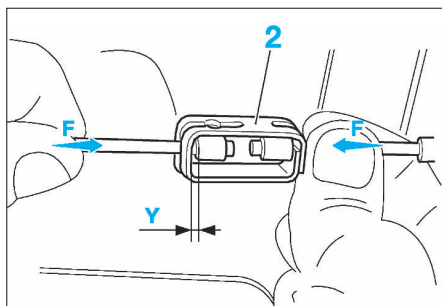

FIG. 20
- Vérifier la présence d'un jeu (Y) de 0,5 à 1,0 mm dans l'agrafe (2) (Fig.20). Si incorrect, tourner l'écrou (1) du répartiteur jusqu'à obtenir le jeu (Y).